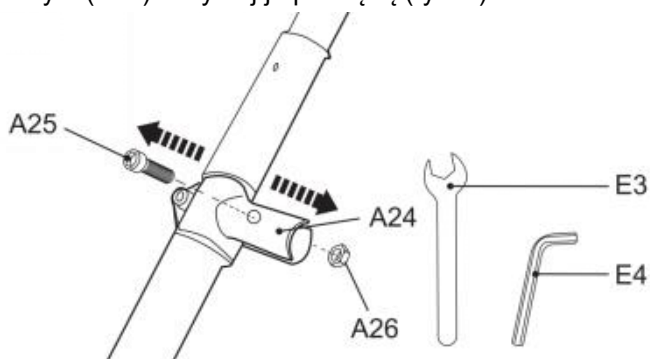

Fig. 1
1. Wyjmij wstępnie zmontowaną śrubę (A25) i nakrętkę (A26) ze wspornika uchwyty (A24) i trzymaj je pod ręką (rys. 1).